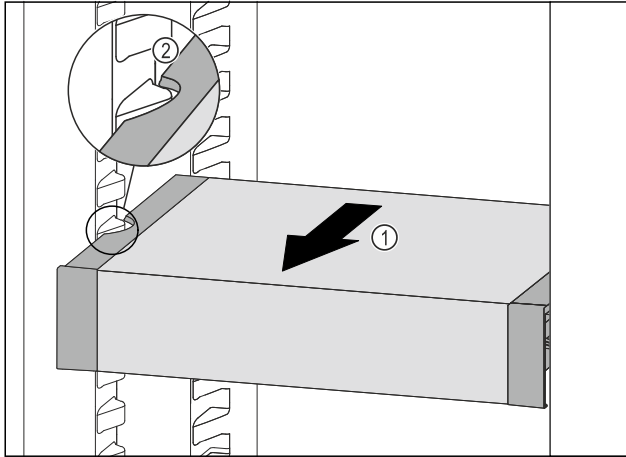

Fig. 89
- ▶ Tire del VarioSafe hacia delante Fig. 89 (1) hasta que los huecos laterales del VarioSafe se encuentren a la altura de la nervadura del recipiente en el compartimento del frigorífico. Fig. 89 (2)